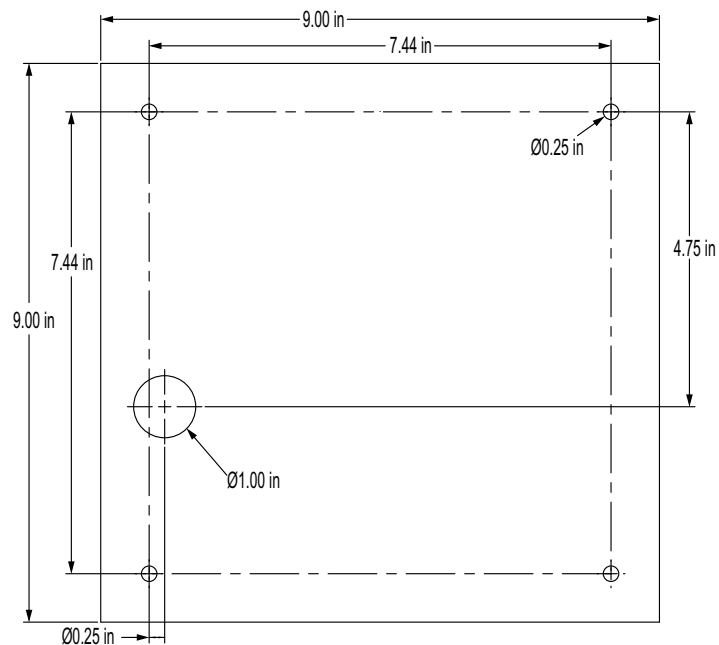

Figura 2-15. Medidas del alojamiento para panel de 17,8 cm (7 pulg.) (con teclado)
3. Perfore los orificios en los puntos marcados. Consulte Figura 2-15, a continuación, para las medidas exactas.